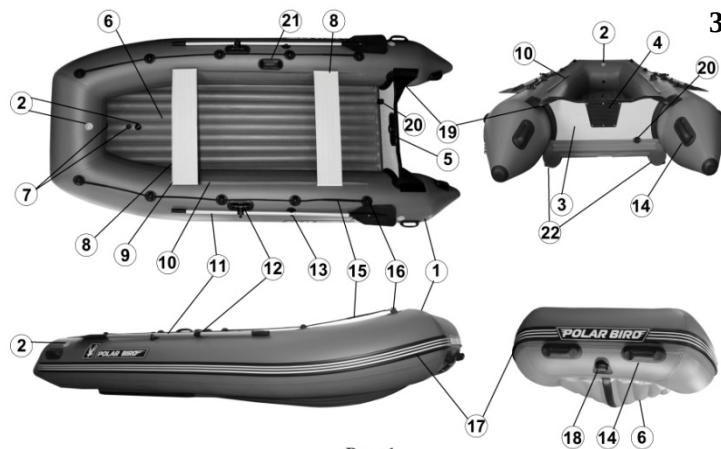

Рис. 1
3.1. Конструктивно лодка "Polar Bird" Серии «Merlin» («Кречет») НДНД представляет собой надувной баллон U-формы (поз.1), разделенный тремя герметичными переборками с воздушными клапанами (поз.2) на три герметичных отсека (Рис.1).